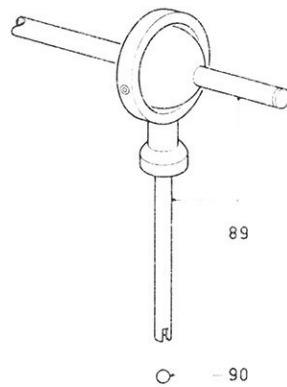
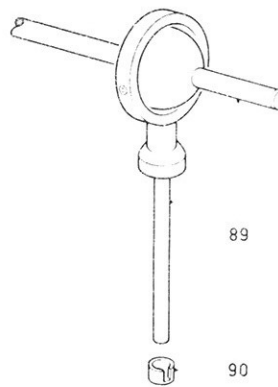

Fig. 1
Fig. 2
Vanaf stempeling AHO4 527 wordt voor de PU arm 89 een gewijzigde uitvoering toegepast. Het oude type PU arm-as (zie Fig.1) was uitgevoerd met een kogel pos.90. De nieuwe as (zie Fig.2) is uitgevoerd met een taats, bestelnummer 4822 462 70484.